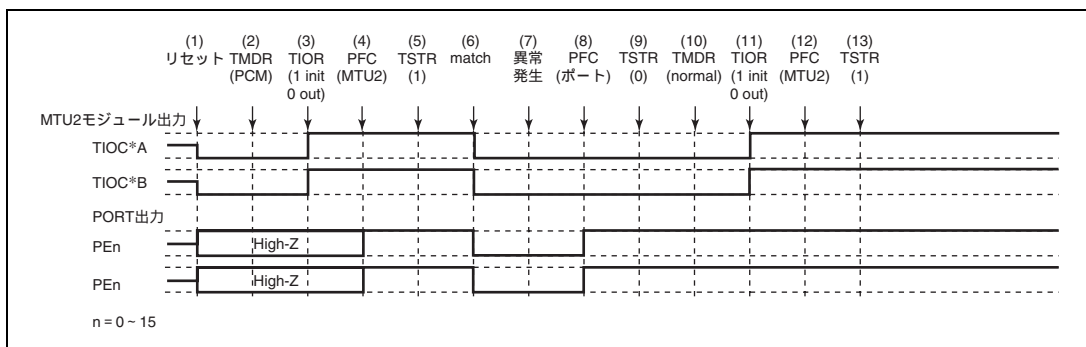

図 11.131 位相計数モードで異常が発生し、ノーマルモードで復帰する場合
位相計数モードで異常が発生し、再設定後ノーマルモードで再スタートする場合の説明図を図 11.131 に示します。
(1) ~ (9) は図 11.131 と共通です。
(10) PWM モード 1 を設定します。
(11) TIOR で端子を初期化してください (PWM モード 1 では TIOC*B 側は初期化されません)。
(12) 汎用入出力ポートで本モジュール出力としてください。
(13) TSTR で再スタートします。
(19) 位相計数モードで動作中に異常が発生し、PWM モード 2 で再スタートする場合の動作
(10) PWM モード 2 を設定します。
(11) TIOR で端子を初期化してください (PWM モード 2 では周期レジスタの端子は初期化されません)。
(20) 位相計数モードで動作中に異常が発生し、位相計数モードで再スタートする場合の動作
(10) 位相計数モードで再スタートする場合には必要ありません。
(11) TIOR で端子を初期化してください。
(21) 相補 PWM モードで動作中に異常が発生し、ノーマルモードで再スタートする場合の動作